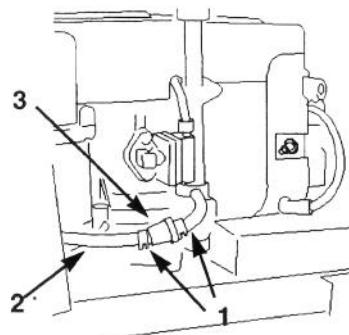

Figure 27
4. Pincer les extrémités du collier de serrage et les faire coulisser le long du flexible d'alimentation vers le réservoir (Fig. 27).
5. Séparer le tuyau de carburant du filtre (Fig. 27). Ouvrir le robinet d'arrêt de carburant et laisser l'essence s'écouler dans un bidon approprié.